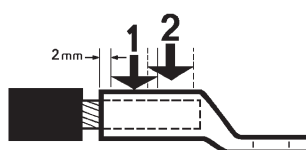

Fig 3
**ACHTUNG!** Bei Crimpung von 70 und 95 mm2 Leiterflächen sollen immer zwei (2) Crimpungen nebeneinander gemacht werden. (Fig. 3).